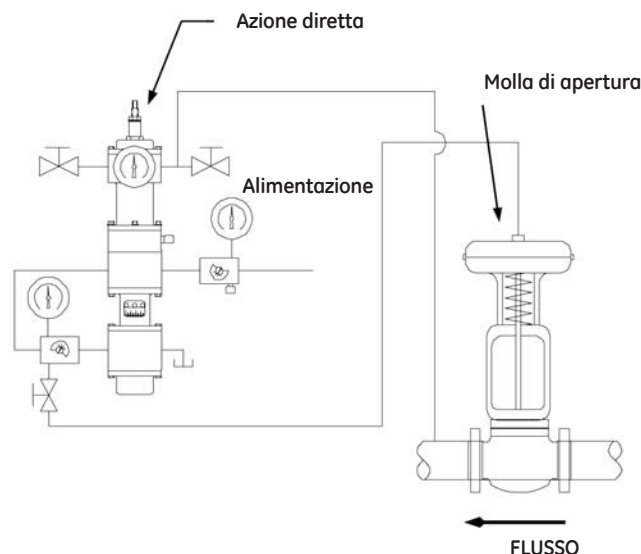

Figura 7
**Fase 6b:** Ruotare la vite di registro in senso orario fino a che l'indicatore di uscita aumenta. (Vedere la figura 7)